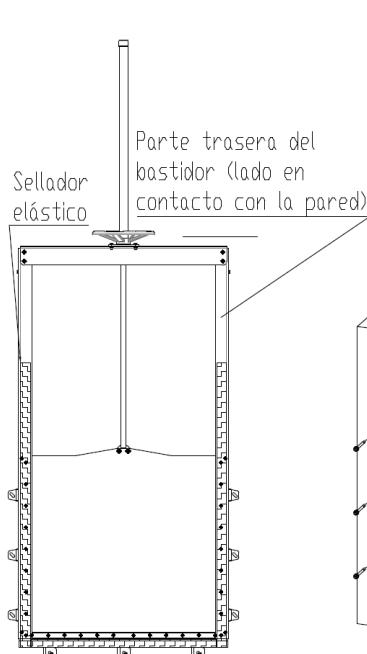

Figura 12
- Aplicar sellador elástico alrededor del perímetro del bastidor, en la zona de contacto con el muro. Se debe utilizar sellador elástico Sikabond/Sikaflex 11FC (200 ml/m) o equivalente (ver Figura 12). Es preciso asegurarse de que no se aplica sellador en el husillo, en las deslizaderas o en las juntas de estanqueidad de la compuerta. Esto podría ocasionar fugas o daños en el equipo